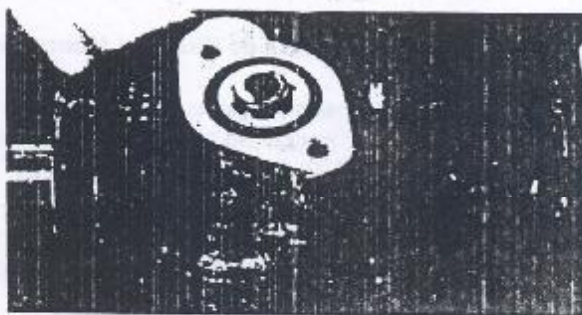

Figura 4.19.7 - Mola e tucho
7. Remover a mola, o anel de vedação, e o tucho de encosto da cremalheira (Figura 4.19.7).
5. Posicionar o tucho de encosto da cremalheira, a mola, e o anel de vedação, na carcaça da caixa de direção (Figura 4.19.7).